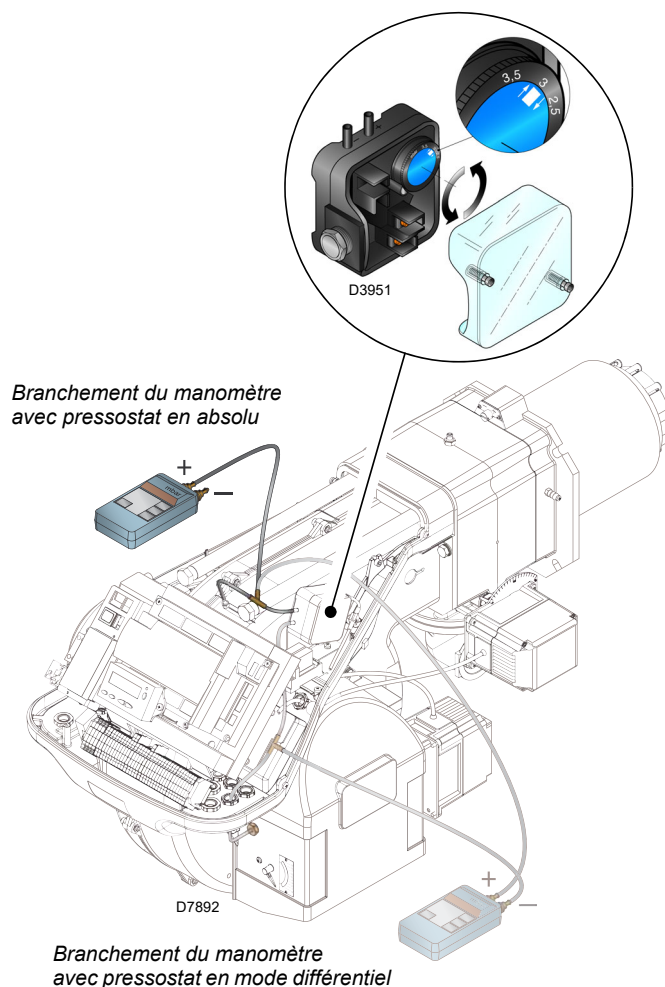

Fig. 28
- Régler le pressostat air (Fig. 28 à la page 32) en début d'échelle.
Effectuer le réglage du pressostat air (Fig. 28) après tous les autres réglages du brûleur avec le pressostat d'air réglé en début d'échelle.
Le raccordement du manomètre est illustré dans la Fig. 28. La configuration standard est celle du pressostat air raccordé en absolu. A remarquer la présence d'un raccordement en « T » non fourni.
Dans ce cas, il faut également connecter en mode différentiel le manomètre, comme indiqué sur la Fig. 28.